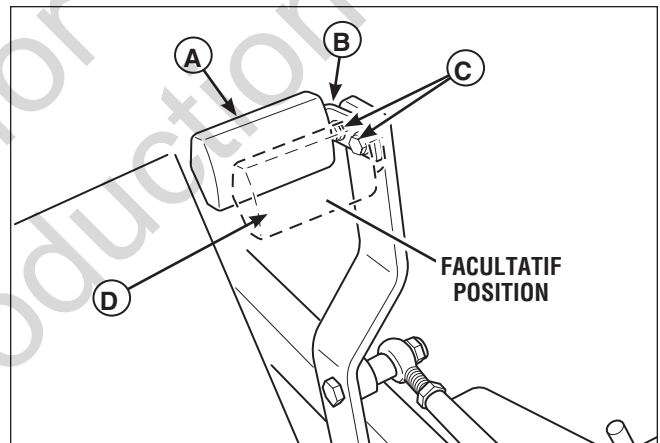

Figure 18. Réglage de la pédale
1. Retirer la pédale (A, figure 18) de la patte de fixation de la pédale (B).
2. Retirer la quincaillerie de fixation de la pédale (C) et faire tourner la patte de 180 degrés.
4. Remonter la pédale sur sa patte de fixation dans l'orientation appropriée comme l'indique la figure 18.